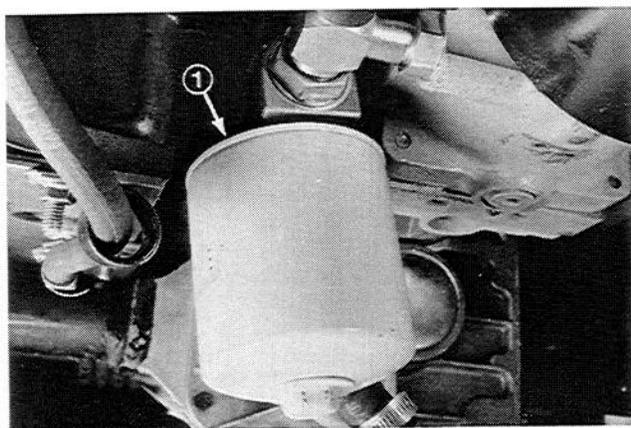

Fig. 39
1. Pulire la superficie su cui è montato il filtro dell'olio idraulico. Togliere il filtro dalla base (Fig. 39) e pulire la superficie di montaggio.